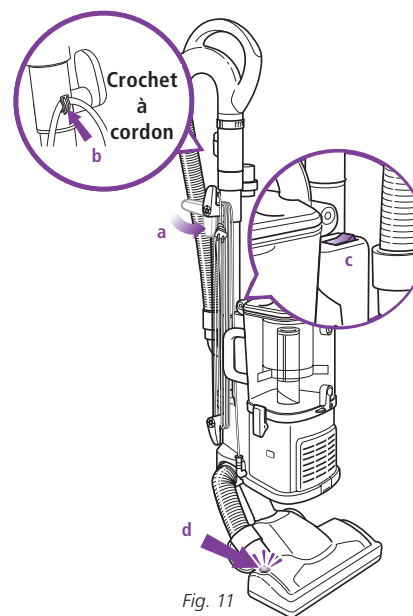

Fig. 11
- 1 Faites tourner le dispositif de dégagement (a) pour libérer rapidement le cordon électrique. (Fig. 11)
- 2 Fixez le cordon à son crochet (b). (Fig. 11)
- 3 Mettez l'interrupteur marche/arrêt (c) en position "I" pour passer l'aspirateur sur les planchers (aspiration directe seulement) ou en position "II" pour mettre en marche la brosse motorisée (pour les tapis et les carpettes). (Fig. 11)
- ⚠ **IMPORTANT:** La lampe témoin de la brosse motorisée (d) s'allumera en vert lorsque la brosse motorisée est en marche ou en rouge s'il y a un blocage. (Fig. 11) Cette caractéristique est conçue pour protéger la courroie à vie qui fait fonctionner votre brosse motorisée. Se référer à Rechercher les obstructions, à la page 33.